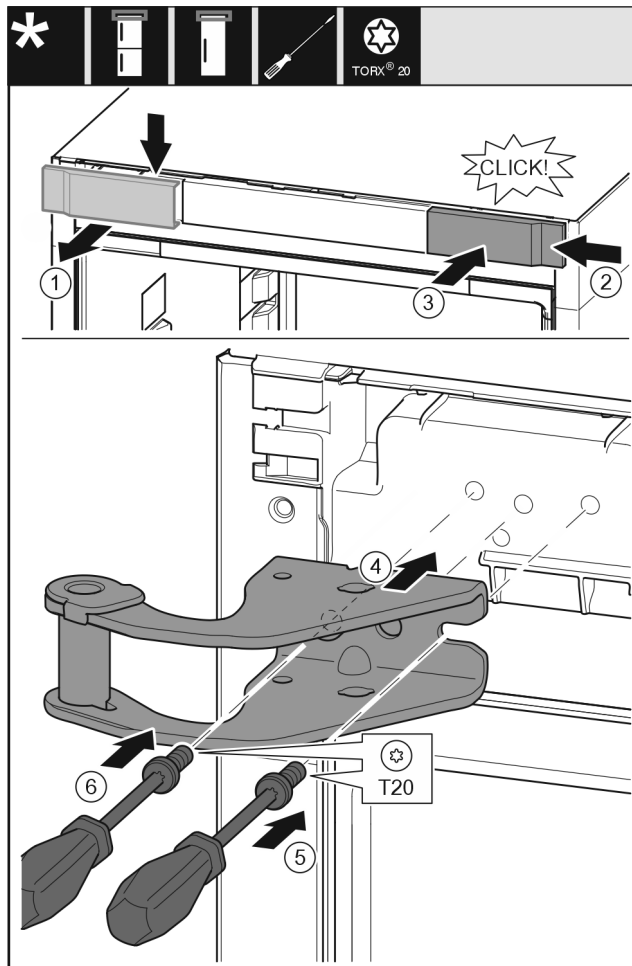

Fig. 11
- ▶ Зніміть кришку Fig. 11 (1), що знаходиться вгорі, рухом уперед.
- ▶ Поверніть кришку Fig. 11 (2) на 180° і повісьте її з іншого боку праворуч.
- ▶ Зафіксуйте кришку Fig. 11 (3).
- ▶ Встановіть верхній опорний кронштейн Fig. 11 (4).
- ▶ Встановіть та закрутіть гвинт Fig. 11 (5) за допомогою викрутки.
- ▶ Встановіть та закрутіть гвинт Fig. 11 (6) за допомогою викрутки.